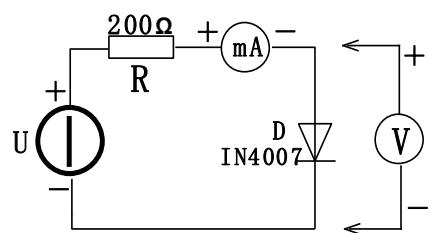

图 3-3
按图 3-3 接线， $R$  为限流电阻器。测二极管的正向特性时，其正向电流不得超过 35mA，二极管  $D$  的正向施压  $U_{D+}$  可在 0~0.75V 之间取值。在 0.5~0.75V 之间应多取几个测量点。测反向特性时，只需将图 3-3 中的二极管  $D$  反接，且其反向施压  $U_{D-}$  可达 30V。
(1) 正向特性实验：将图 3-3 中的二极管换成稳压二极管 2CW51，重复实验内容 3 中的正向测量。 $U_{Z+}$ 为 2CW51 的正向施压。
(2) 反向特性实验：将图 3-3 中的 R 换成  $1K\Omega$ ，2CW51 反接，测量 2CW51 的反向特性。稳压电源的输出电压  $U_O$  从 0~20V，测量 2CW51 二端的电压  $U_{Z-}$  及电流 I，由  $U_{Z-}$  可看出其稳压特性。